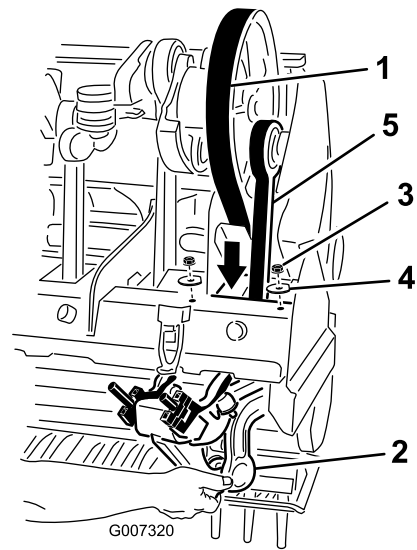

Figura 34
5. Afloje y retire las dos (2) contratuercas y arandelas que aseguran el amortiguador rotalink para el brazo perforador nº 1 (Figura 34).
7. Dirija la correa de transmisión hacia abajo a través del bastidor del cabezal de perforación y alrededor del extremo inferior del brazo perforador nº 1 Figura 34